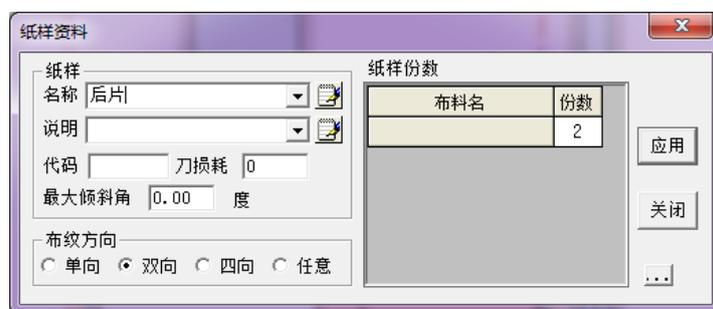

图 2-2-1 纸样资料
(1) 款式资料：用于输入款式信息，这些信息资料与富怡 CAD V8.0 的排料系统兼容，可直接在排料系统中查看。
(2) 纸样资料：编辑当前选中纸样的信息 (图 2-2-1)，可在衣片列表框上双击纸样进行快捷操作。